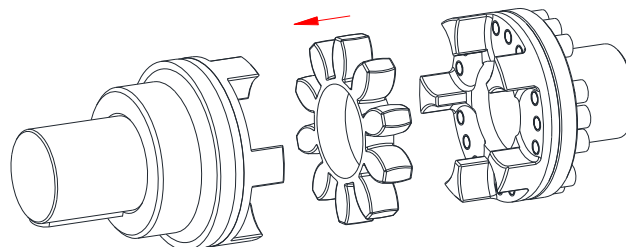

Fig. 23 : Montage de l'anneau
- Insérer l'anneau dans les doigts du moyeu (voir Fig. 23).